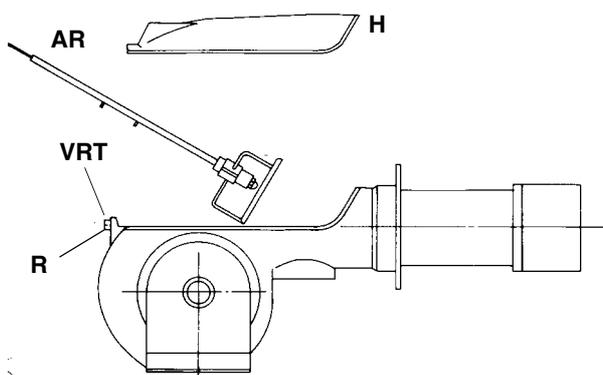
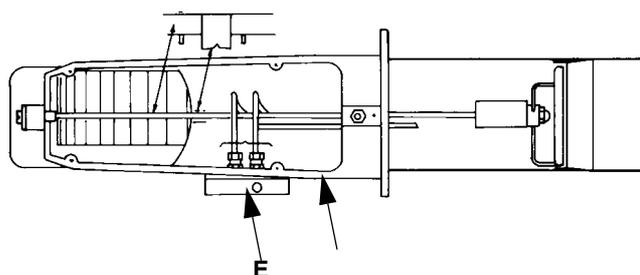
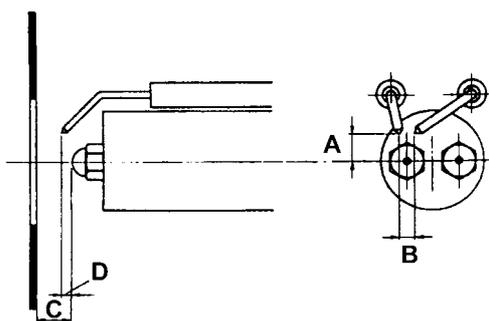

Рис. 11
Рис. 12
Рис. 13
- Проверить запальные электроды и соответствующие керамические изоляторы, почистить, при необходимости подрегулировать или же заменить их Рис. 11-Рис. 12-Рис. 13;
В целях обеспечения хорошего процесса горения, необходимо, чтобы были выдержаны размеры, указанные в Рис. 13. Перед тем, как вновь устанавливать голову сгорания на место, необходимо убедиться в том, что стопорный винт группы электродов хорошо затянут.